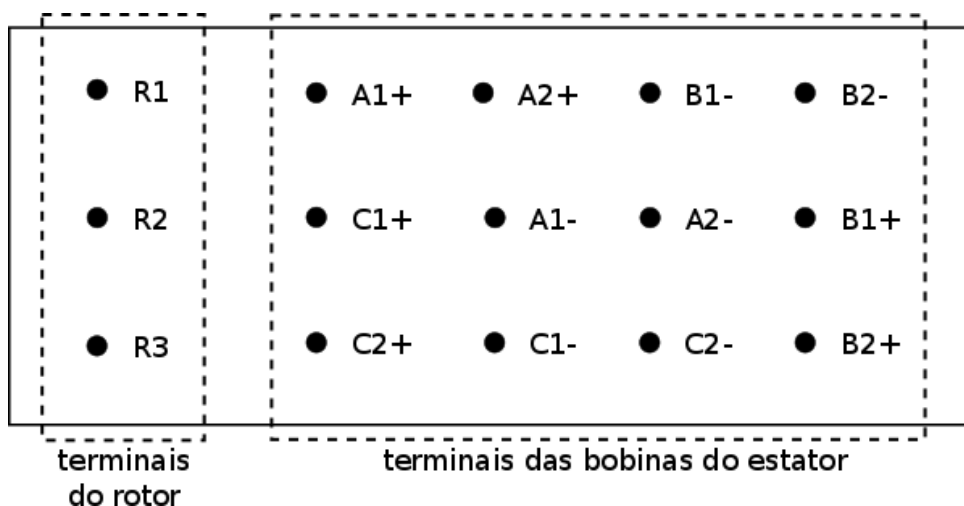
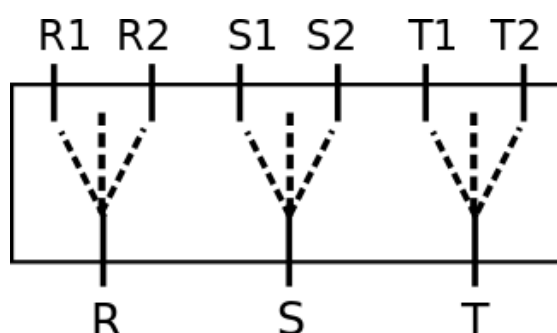

Figura 1 – Terminais do rotor e estator
Figura 3 – Chave tripolar de reversão
As fases e as polaridades dos enrolamentos do estator, bem como os terminais do rotor estão identificados na figura 1 a seguir, que representa o painel de ligações do motor.
1.4. Desenhe, na figura 1, as conexões a serem feitas com as chapinhas metálicas fornecidas, de forma que as bobinas da fase A fiquem em paralelo entre si. Faça o
- 1.5. Marque, na figura 1, os pontos a serem conectados à fonte, indicando-os com as letras “A”, “B” e “C”.
- 1.6. Indique na figura 1 os pontos a serem conectados à chave estrela-triângulo, de acordo com a numeração dada na figura 3.
- 1.7. Na figura 3, indique as conexões a ser realizadas entre terminais e entre terminais da chave e terminais do motor.